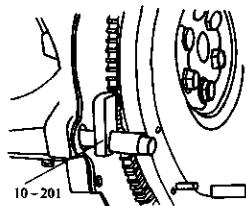

图 3-3 离合器的安装
1) 用专用工具 10-201 将飞轮固定, 如图 3-3 所示。